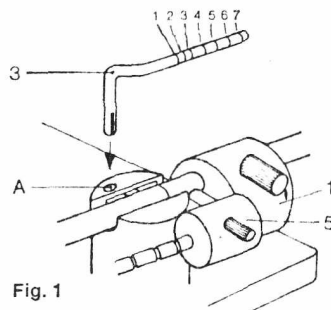
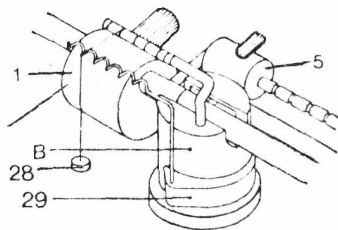

Fig. 1
Fig. 2
- 1 varilla acodada (3)
- 1 pieza con anillo semicircular en plástico (23)
Los croquis de la fig. 1 y 2 muestran claramente la colocación de dichas piezas. La varilla acodada (3), se introduce a presión en el orificio que se percibe en lo alto de pivote del brazo. La otra pieza (29), se acopla al cuerpo del pivote del brazo, procurando que el pequeño tetón del anillo, encaje en el orificio dispuesto en el pivote.
Sugerimos estudien los grabados de la fig. 1 y fig. 2, que muestran detalladamente la forma de instalar todo el dispositivo «anti-skating».